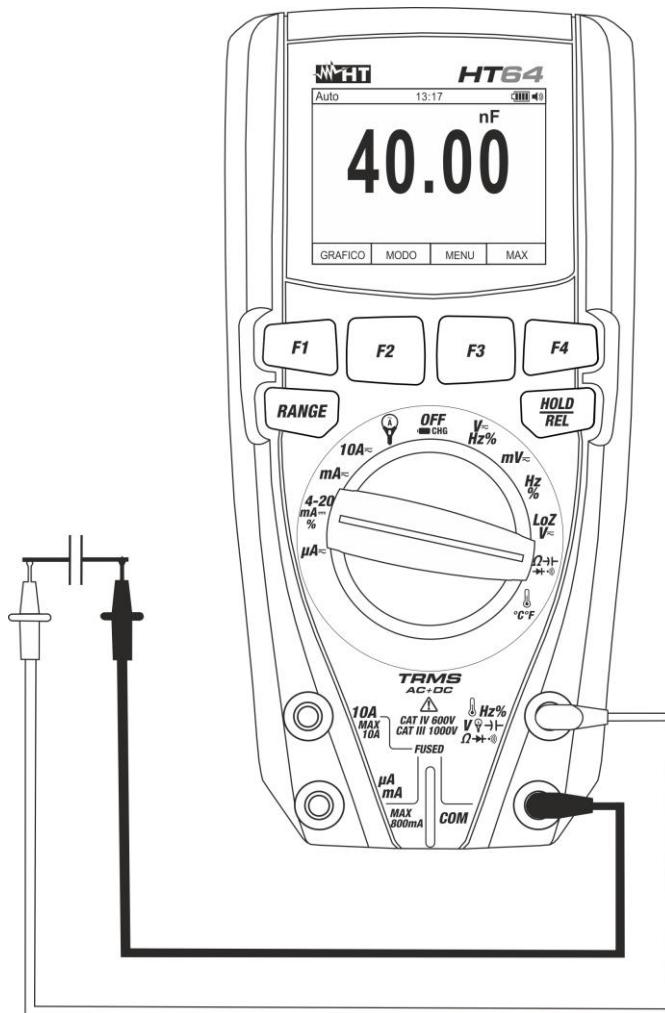

Fig. 28: Uso do instrumento para a Medição de Capacidades
5. Colocar as ponteiras nas extremidades do condensador em exame respeitando eventualmente as polaridades positivas (cabo vermelho) e negativas (cabo preto) (ver Fig. 28). O valor é apresentado no display. **Dependendo da capacidade, o instrumento pode levar cerca de 20s antes de exibir o valor final correto.** A barra gráfica não está ativa nesta função